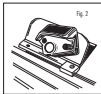

Fig. 2
- 2 Place cutter guide over edge to operate (Fig. 2).
- 2 Geïntegreer in Führungspur des Adapt-A-Rules einhängen (Fig. 2).
- 2 Pour empêcher le cutter, posez le cartouche sur la rainure-guide de la règle (Fig. 2).
- 2 Situar la guía-cuttera por-dessus la ranja para el funcionamiento (Fig. 2).
- 2 Plaats snijgidsjes boven de rand om operationeel te maken (Fig. 2).
- 2 Appoggiare la toglietina sulla guida del righello (Fig. 2).